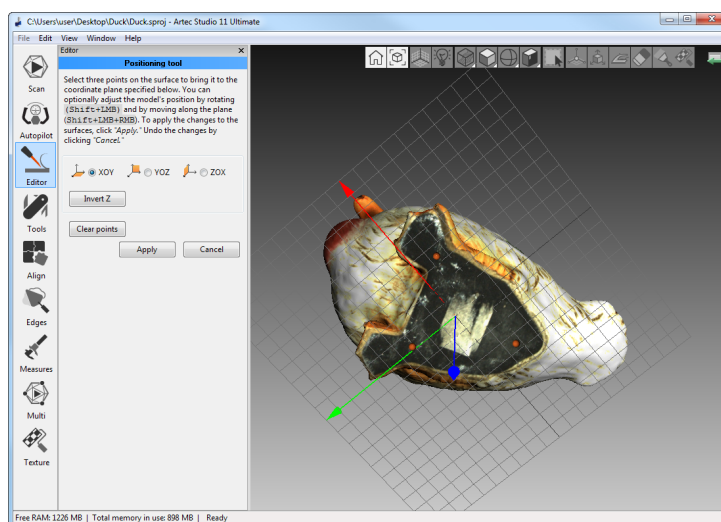

Рис. 8.9: Позиционирование модели в глобальной системе координат
3. Отметьте с помощью ЛКМ как минимум три точки на поверхности, и плоскость, проходящая через центр этого множества точек, построится автоматически (см. Рис. 8.9). При этом выполняются следующие условия: